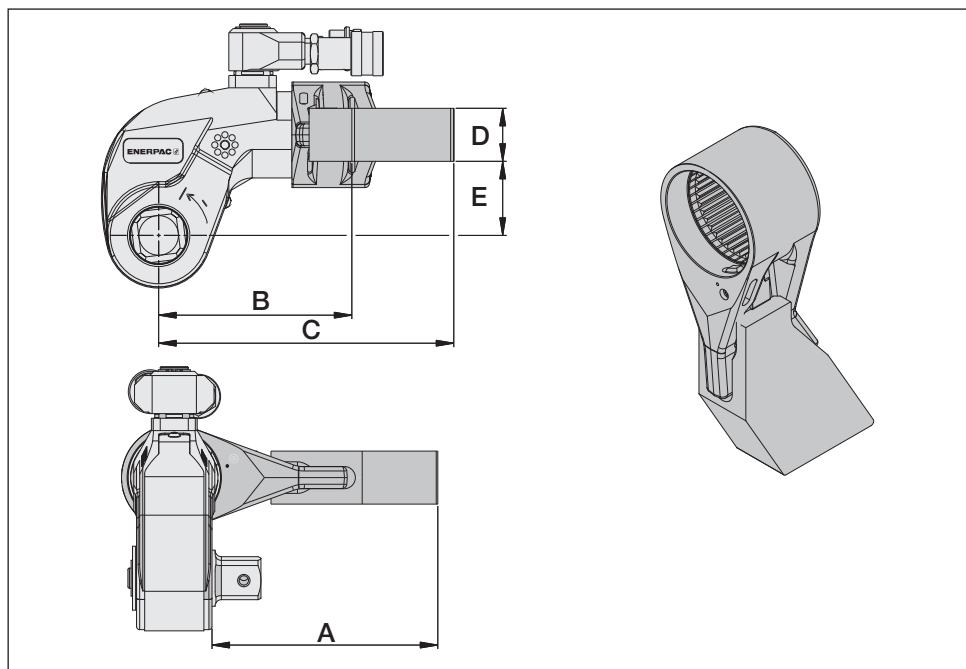

Fig. 29
6.3 Mål og spesifikasjoner SRS-serien forlenget reaksjonsarm (Fig. 29)